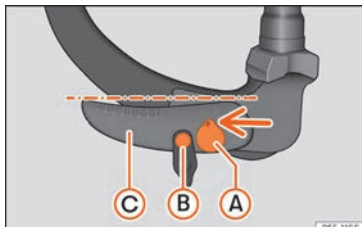

Fig. 253 Posición de reserva: verificación de la posición
- La llave » **fig. 253 ①** se encuentra en la posición desbloqueada (el agujero de la llave está arriba).
- Se puede mover el perno de desbloqueo » **fig. 253 ②**.
- La palanca » **fig. 253 ③** se encuentra en la posición inferior.